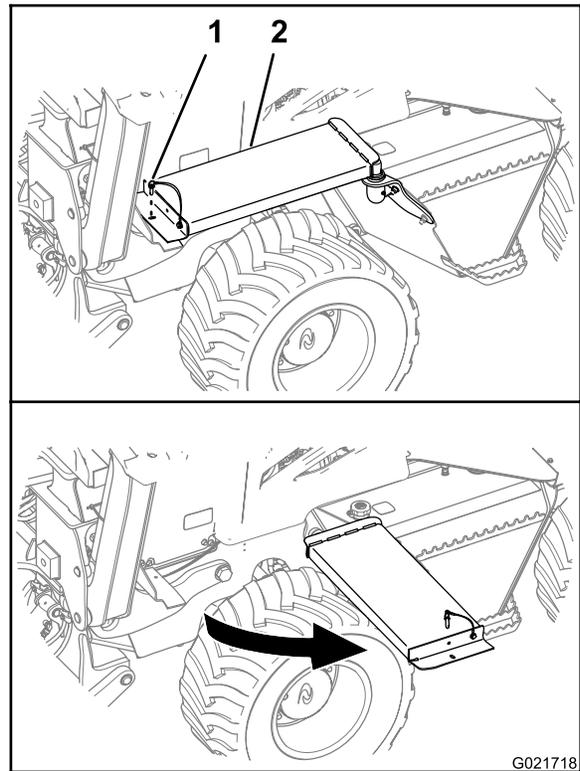

Figura 35
- A. Na lateral esquerda da máquina, remova o pino retentor da parte frontal da plataforma do operador (Figura 35).
- B. Gire a plataforma, afastando-a da máquina, como mostrado na Figura 35.
- A. Gire a parte frontal da plataforma do operador até sua posição original (Figura 35).
- B. Alinhe o furo na plataforma com o furo no suporte da plataforma (Figura 35).